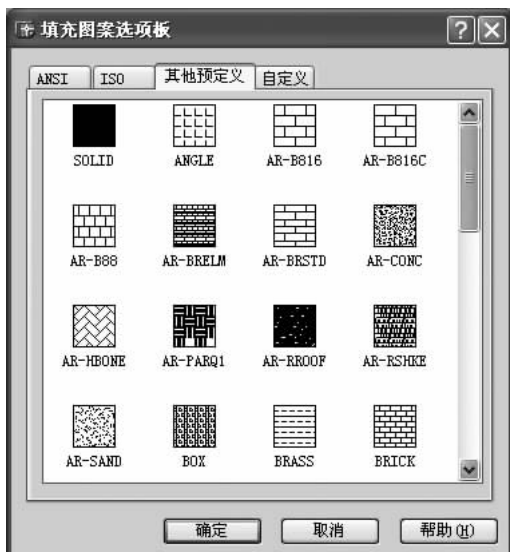

图 2-16 **【填充图案选项板】** 对话框
2) **【图案】**：显示当前填充图案名，单击其后的 **【…】** 按钮，弹出 **【填充图案选项板】** 对话框，如图 2-16 所示，供用户选择图案。